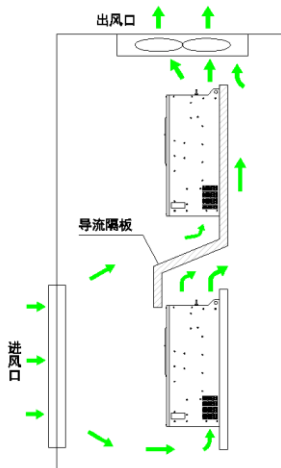

图 3-4 上下排安装要求
- 垂直向上安装软起装置，便于热量向上散发。若柜内有多台软起装置时，请并排安装。在需上下安装的场合，请参考图 3-4，安装隔热导流板；